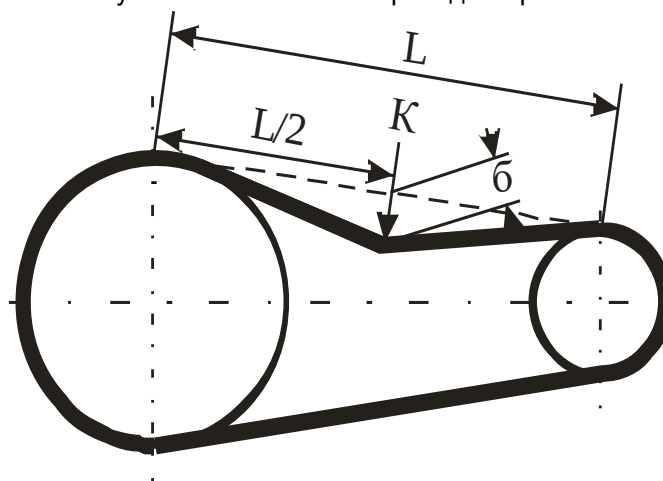

Рисунок 25 – Контроль натяжения приводных ремней
- определять прогиб ремня под действием известной силы. При усилии $K=15\text{ Н}$ (рис. 25) прогиб каждого нового ремня «б» не должен превышать 3,6 мм. После первых 30 минут работы ремни надо подтянуть и повторить операцию через 2 часа работы. После усадки прогиб ремня величиной 3,6 мм должен происходить при силе прогиба 10 Н.